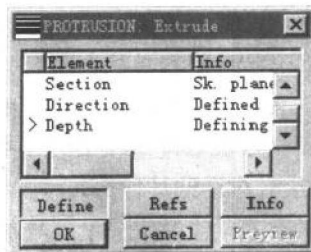

图 1-15 模型对话框
(4) 模型对话框, 在建立或修改的过程中, Pro/Engineer 2000i 会自动开启该特征的模型对话框, 以方便设计者了解当前定义参数以及为何要定义参数等信息, 如图 1-15 所示。